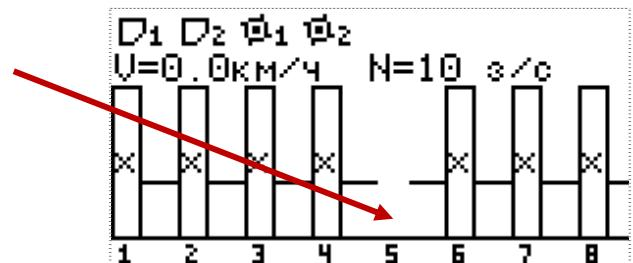

Рисунок 30
11. Убедиться, что адрес датчика изменился на требуемый – физическим отключением и подключением датчика к жгуту связи (см. «Рисунок 30»).